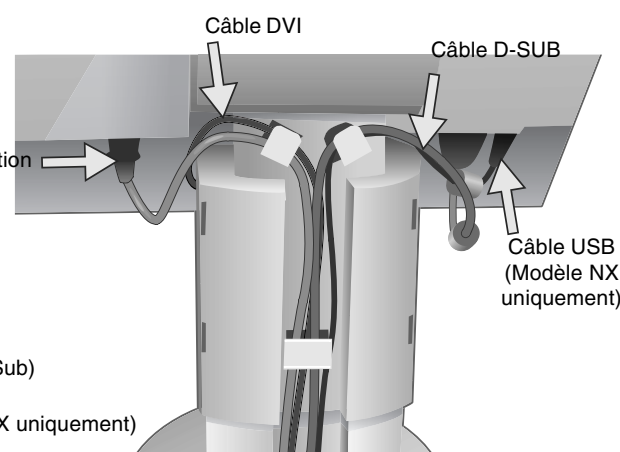

Figure C.2
5. Pour une bonne gestion du câblage, placez les câbles selon l'ordre suivant : Cordon d'alimentation et câble DVI (**Figure C.2**).
6. Placez le câble DVI et le cordon d'alimentation dans les crochets spécifiques illustrés à la **Figure C.2**.
7. Placez le D-sub et le câble USB dans les crochets spécifiques illustrés à la **Figure C.2** (Câble USB : modèle NX uniquement).